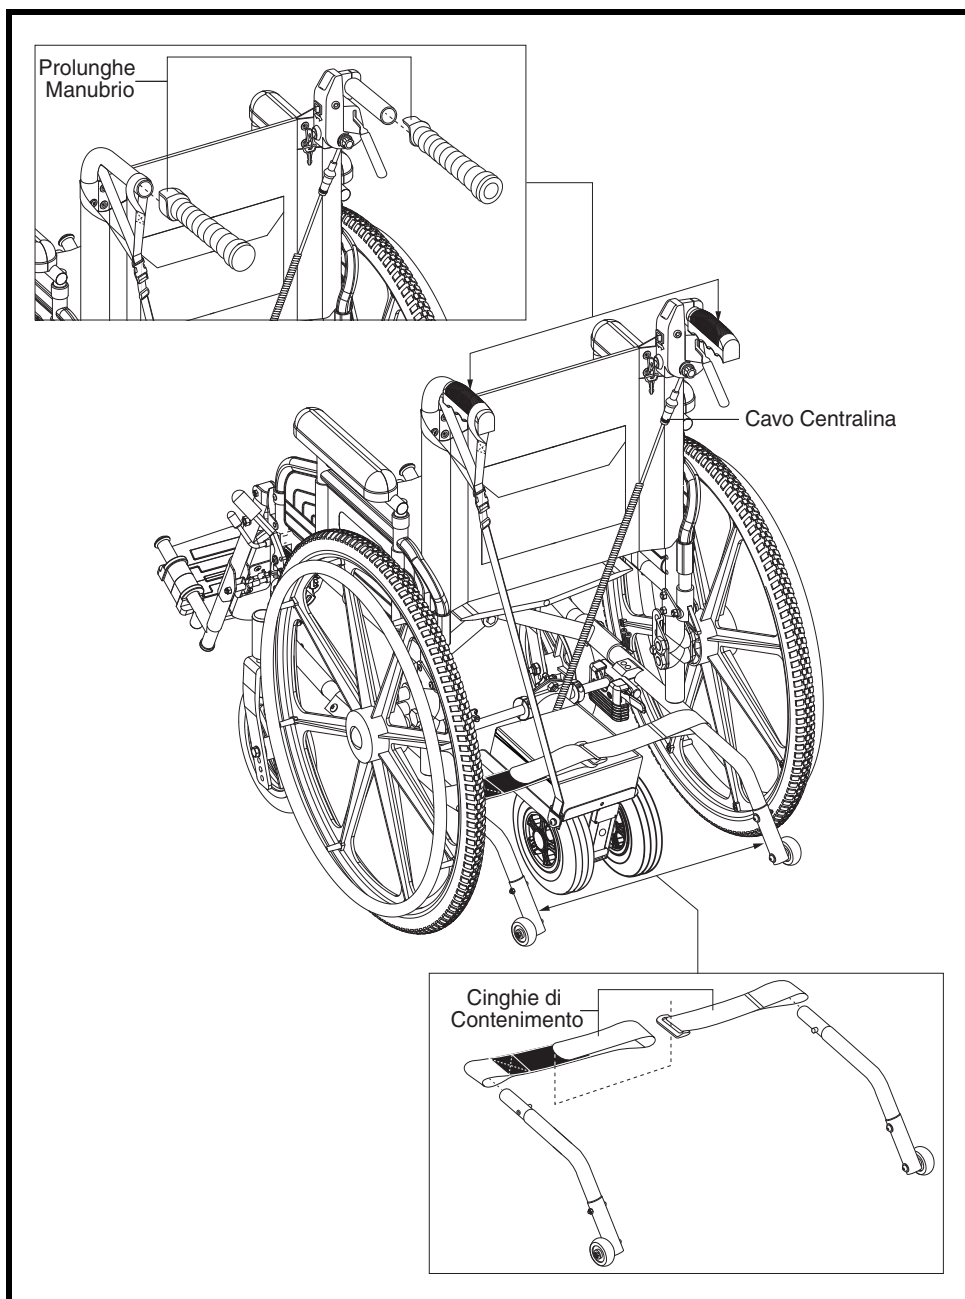

Figura 6. Direzionamento del cavo della centralina e installazione delle cinghie di contenimento (nell'illustrazione il modello mono-ruota)
12. Dirigere il cavo dal gruppo elettrico lungo lo schienale e collegare la presa del gruppo elettrico al modulo di comando. **Vedere figura 6.**
13. Unire le cinghie di contenimento alla parte inferiore del telaio della carrozzina come illustrato nella **figura 6.**